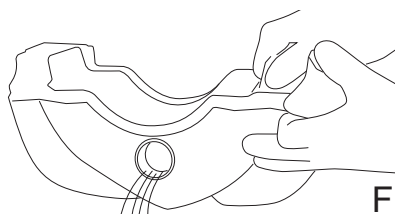

Fig.24
- Vacíe el contenido del depósito desde la abertura frontal (Fig. 24).